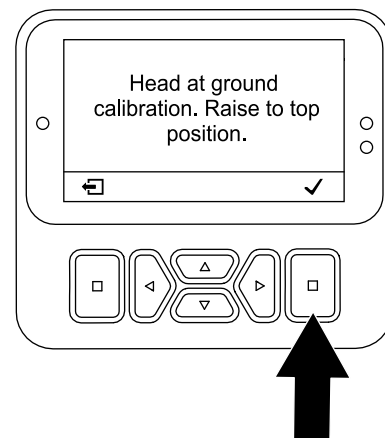

图 108
- 如果打孔针开始穿透地面 — 按选择按钮 图 108并运行设置离地高度应用程序请参阅 运行“设置离地高度应用程序” \(页码 32\)。